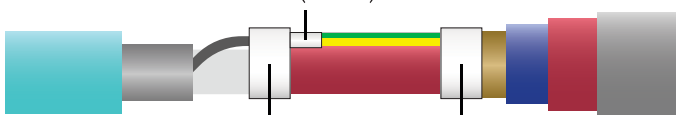

Рисунок 18
7.7. Вставить в гильзу (L=6 мм) зачищенную жилу заземляющего провода и «жгут» из экранирующей оплетки нагревательного кабеля с другой стороны. Жила должна быть вставлена в соединитель до изоляции. Опрессовать гильзу ручным кремпером. Затем нанести клей-герметик в указанных местах (рисунок 18).